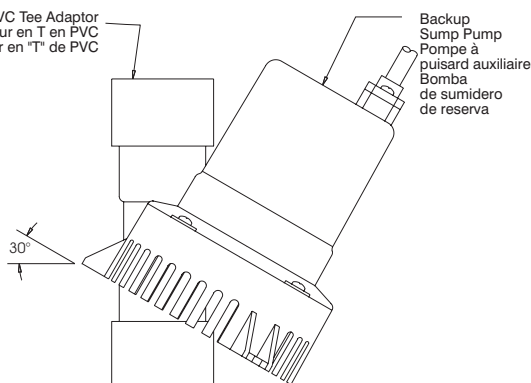

Figure 4
- Attach the PVC tee adapter (included) to the backup pump discharge. Rotate the backup pump approximately 30 degrees from the vertical, as shown in Figure 4, to prevent the pump from air-locking. Cement and tighten the joint.
- Fixer l'adaptateur en T en PVC (inclus) à l'orifice de refoulement de la pompe auxiliaire. Faire tourner la pompe auxiliaire d'environ 30 degrés de la verticale, tel qu'illustré dans la Figure 4, pour empêcher la pompe d'être bloquée par l'air. Cimentez et resserrer le joint.